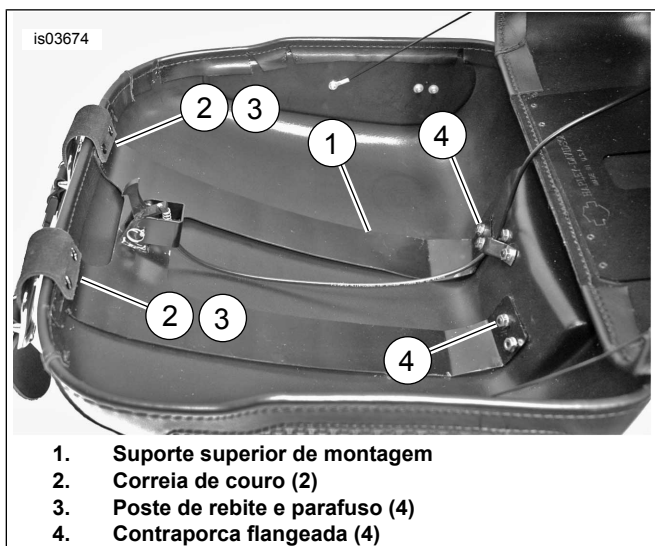

Figura 2. Instalação do suporte superior de montagem
4. Veja a Figura 2. Coloque o suporte superior de montagem (1) diretamente contra o lado de baixo da tampa da Tour-Pak.
5. Coloque as correias de couro (2) diretamente no suporte superior de montagem.